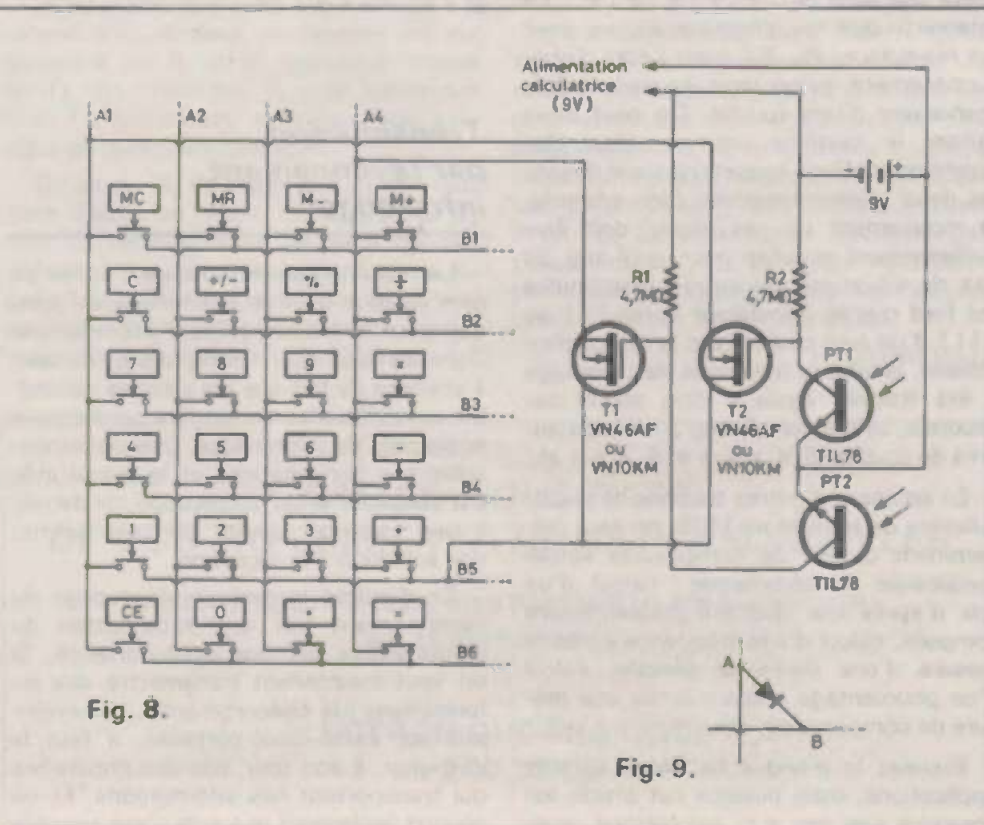
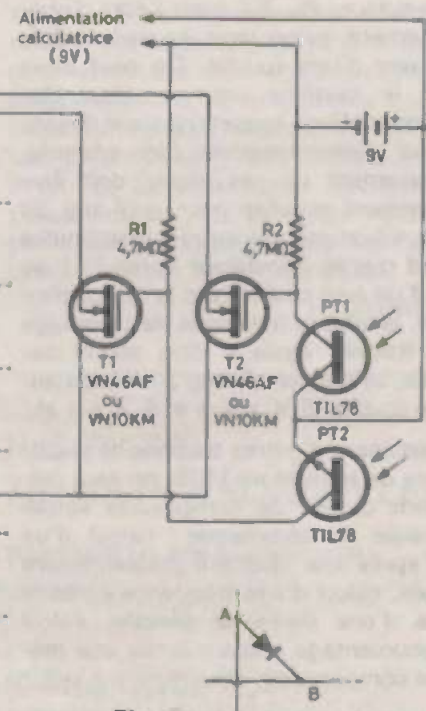

Fig. 8.
Fig. 9.
**figure 8.** Ce circuit se trouve relié au reste de la calculatrice par 10 fils, soit 4 fils de colonnes, A1 à A4, et 6 fils de lignes, B1 à B6.
Il n'est pas toujours facile de suivre les liaisons sur la platine des touches, mais on peut se rendre compte de l'identité des connexions à l'entrée de cette platine, quand on observe les résultats qui sont consécutifs à une liaison, par un morceau de fil, entre deux de ces connexions. Par exemple, on relie une connexion qu'on suppose du type « colonne » à une qui semble appartenir au groupe des « lignes ». et on voit que le chiffre « 5 » entre en affichage. On sait alors qu'on a relié A2 avec B4. En continuant ainsi, on arrive peu à peu à identifier toutes les connexions, même si elles sont plus nombreuses ou disposées autrement que dans la figure 8.
Le schéma de la figure 8 montre que deux transistors MOS se trouvent connectés respectivement sur les touches « 1 » et « + ». Il est facile de deviner qu'il s'agit d'une application du type comptage. Dans les circuits de gate de T1 et T2, on trouve deux phototransistors, PT1 et PT2, et qui sont montés de façon que l'éclairage de l'un de ces phototransistors soit équivalent à la manœuvre de la touche correspondante.
au transistor MOS, il paraît plus important de signaler qu'une calculatrice alimentée sous 9 V, comme celle de la figure 8, s'y trouve particulièrement bien adaptée. Cela n'empêche qu'un fonctionnement avec deux sources d'alimentation est également possible, une de 3 V, par exemple, pour la calculatrice, et une de 6 ou 9 V pour le circuit de commande des transistors. Comme c'est le négatif qui doit être commun aux deux sources, on peut obtenir, par exemple, 9 V pour le circuit de commande en ajoutant 6 V aux 3 V de la calculatrice.
Dans la figure 8, T1 et T2 se trouvent connectés avec leurs sources sur des fils « colonne » (A), et avec leurs drains sur des fils « ligne » (B). Dans le cas de la calculatrice utilisée, le sens contraire n'était pas possible, car il y avait alors conduction permanente par la diode de substrat. Bien entendu, il n'en sera pas nécessairement ainsi pour toute calculatrice du commerce. Pour s'en rendre compte, il suffit de connecter brièvement une diode (1 N 4148 ou similaire) entre un fil « colonne » et un fil « ligne », par exemple entre A3 et B3, ce qui correspond au chiffre 9 dans la figure 8. Si cette diode se trouve connectée comme cela est indiqué dans la figure 9, deux hypothèses sont possibles : Ou elle est sans effet, et alors on peut utiliser le montage de la figure 8 sans modification, ou on constate que le fait de la connecter et de la déconnecter fait entrer un chiffre dans l'affichage, et alors il suffit d'intervertir, dans la figure 8, les connexions « drain » et « source » des deux transistors MOS.